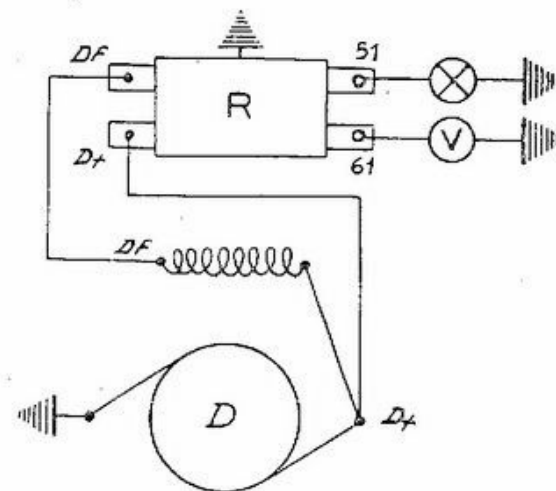

Fig. 122 - Schema prova tensione e giri di attacco. Schema prova tensione di regolazione a vuoto.
**c) Tensione e giri di attacco:** Collegare i morsetti D + e DF della dinamo con i corrispondenti del regolatore. Collegare il voltmetro tra il « 61 » del regolatore e la massa ed una lampadina spia tra il « 51 » e la massa (fig. 122) Fare ruotare